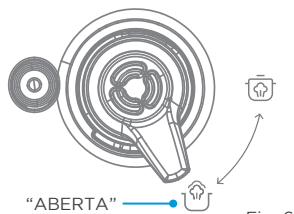

Fig. 6
2. Quando for necessário liberar a pressão da panela, mova a válvula até a posição “ABERTA” (Fig. 6), indicando que a panela de pressão está liberando a pressão.